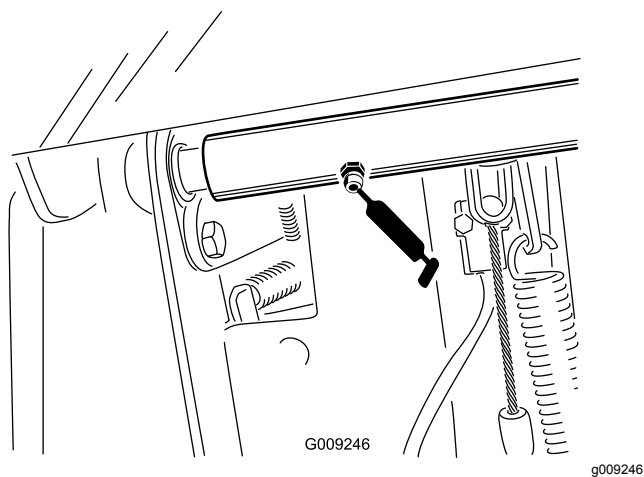

Figure 61
- 2 roulements d'axe de pivot de la pédale de frein (Figure 61)